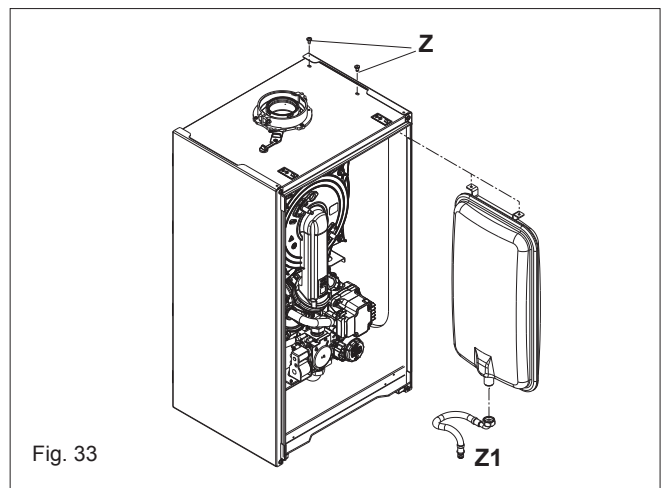

Fig. 33
7.21 EXPANSION VESSEL (FIG. 33)